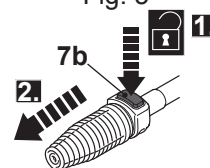

Fig. 6
1. Pressione o botão para soltar (7b) (Fig. 6, etapa 1) e remova o bico (etapa 2).